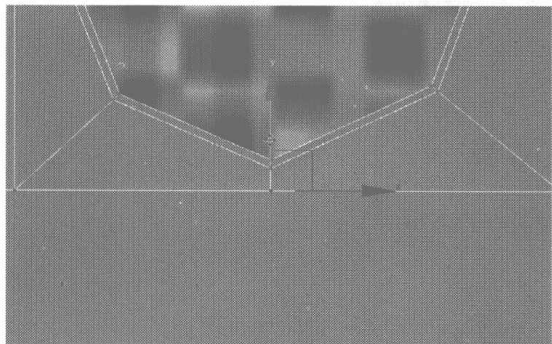
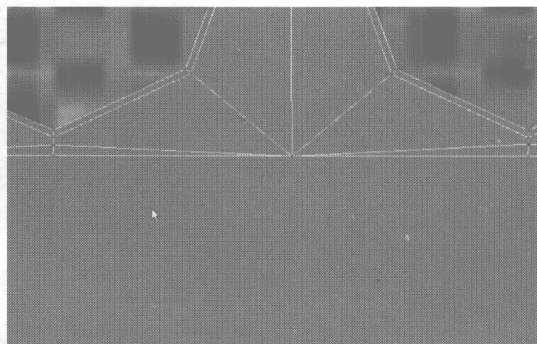

图 4.285
图 4.286
- 08** 分别在扬声孔的位置沿 Y 轴向上移动如图 4.285 所示的节点，然后用 Cut 命令分别添加如图 4.286 所